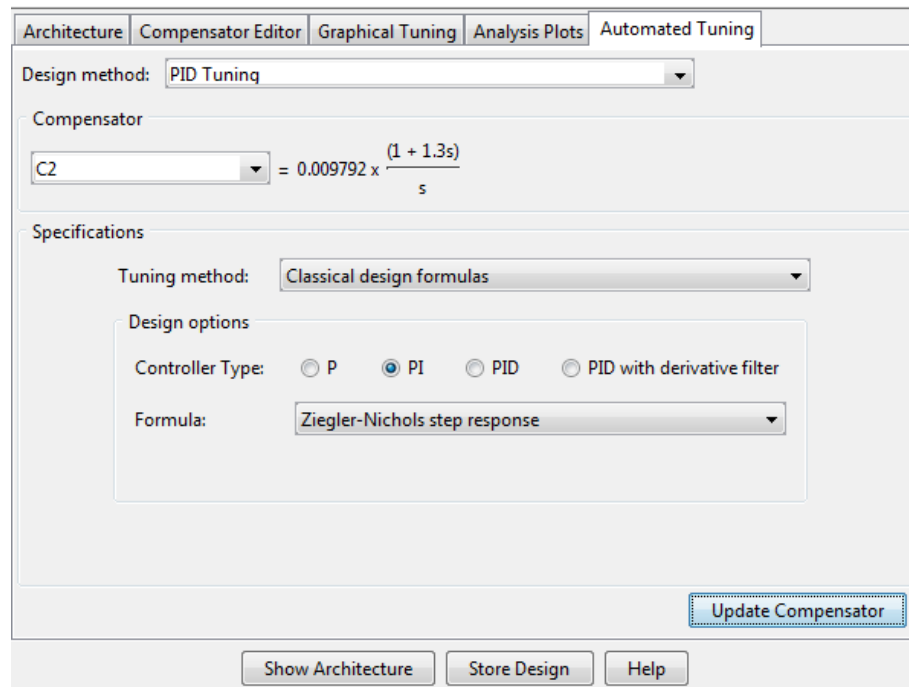
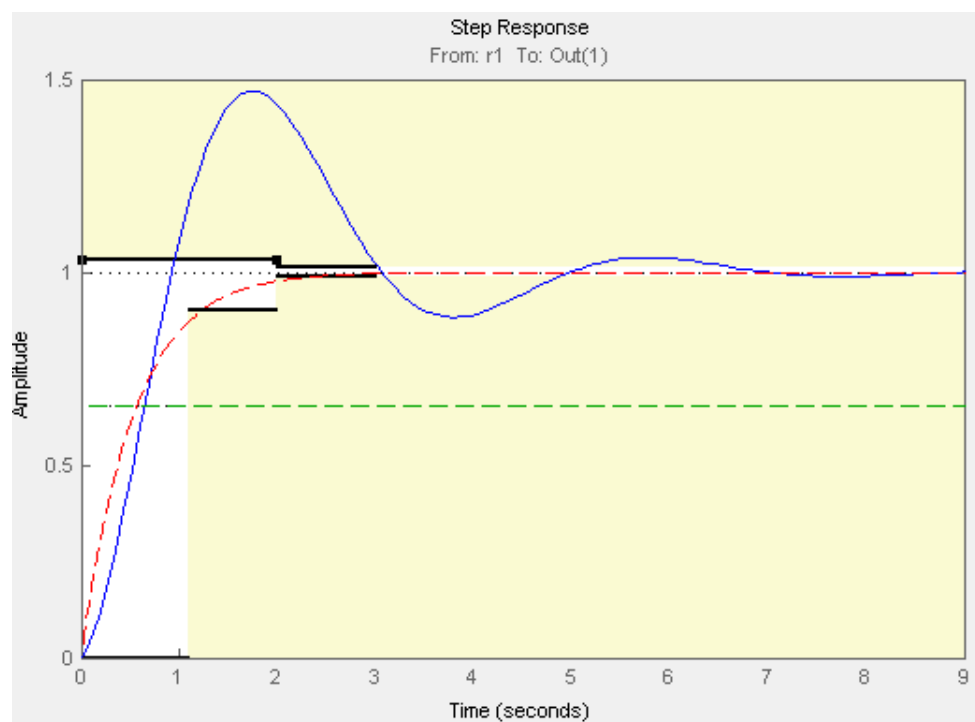

Figura 118. Resultados finales matemáticos Sintonización automática.
Figura 119. Curvas finales Sintonización automática.
- Se obtiene el resultado de la Figura 118, y las curvas de la Figura 119.